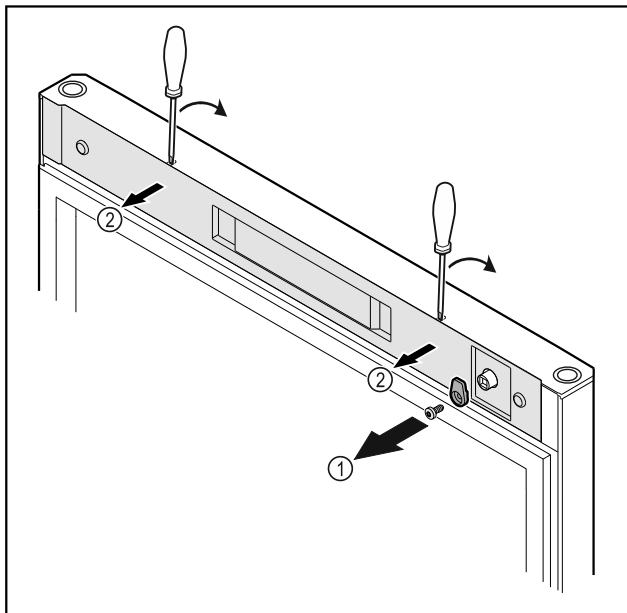

Fig. 9
- ▶ Csavarja le a reteszelő kampót Fig. 9 (1).
- ▶ Pattintsa ki a burkolatot Fig. 9 (2) egy csavarhúzó segítségével, és vegye le.